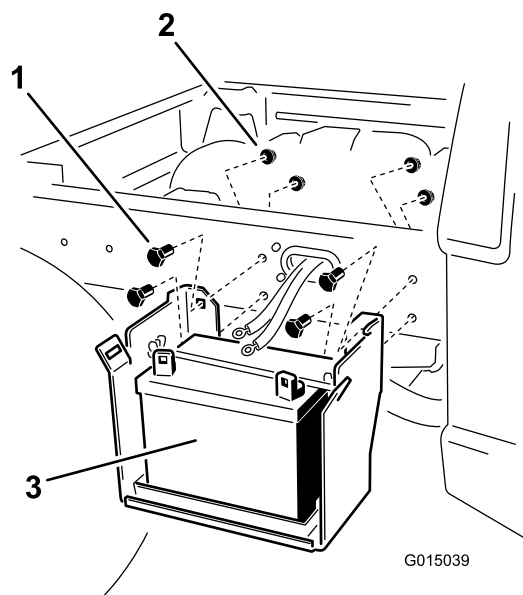

図 5
4. バッテリーとブラケット・アセンブリを車体フレームに固定している締結具を取り外す（図 5）。